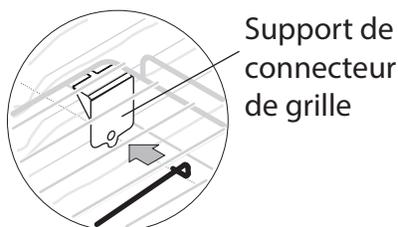

Figure 16 : Le support doit se trouver à l'arrière de la cuisinière
3. Placez la grille de four aux positions 2, 3 ou 4 uniquement. Assurez-vous que les supports de connecteur de grille sont placés à l'arrière du four et qu'ils pointent vers le bas (voir figure 16).